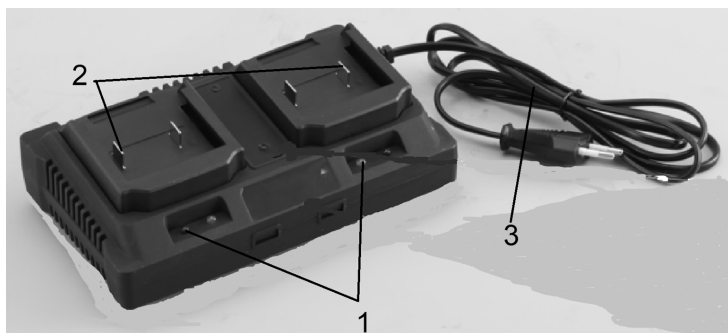

Рисунок 8. Загальний вигляд зарядного пристрою.
2. Під'єднати зарядний пристрій акумуляторних батарей до мережі змінного струму напругою 230 В, 50 Гц (рис. 8).
3. Встановити акумуляторні батареї в контактні гнізда (рис. 8) зарядного пристрою до фіксації.
4. Контролювати ступінь зарядження акумулятора за кольором індикаторів (1, рис. 8).